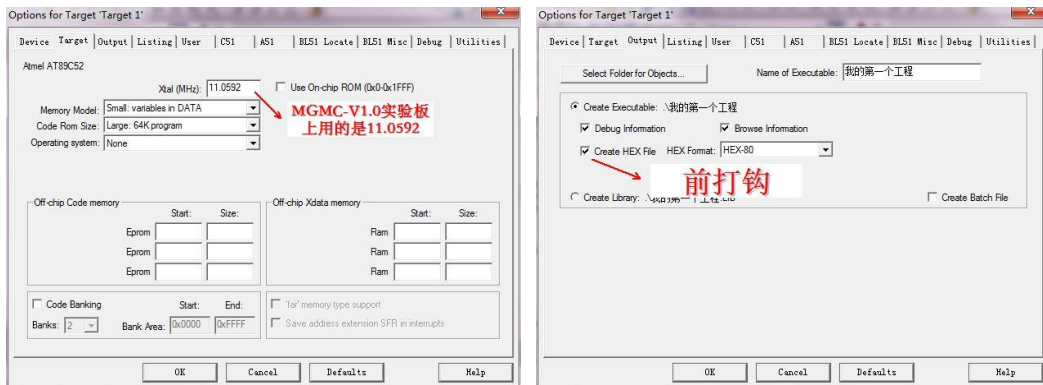

图 2-23 设置 Options for Targer 对话框
- 4) 用于打开“Target Options”对话框，打开的对话框如图 2-23 所示，并在晶振选项框中填 11.0592，接着选择“Output”选项卡，并在“Create HEX File”前复选框中打勾，别的先统统不予理睬。